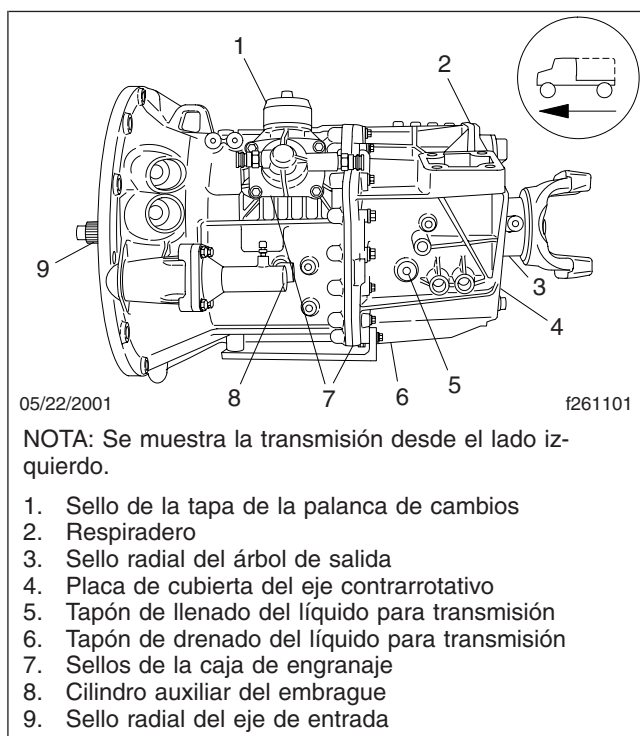

Figura 9, Búsqueda de fugas en la transmisión MB
2. Revise el respiradero para ver si hay indicios de fugas. Vea la **Figura 9**.